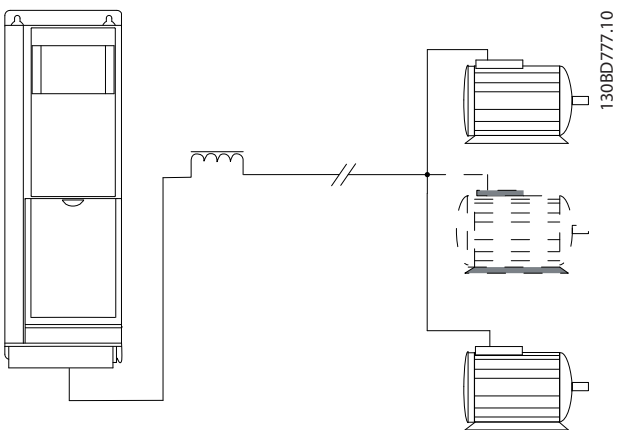
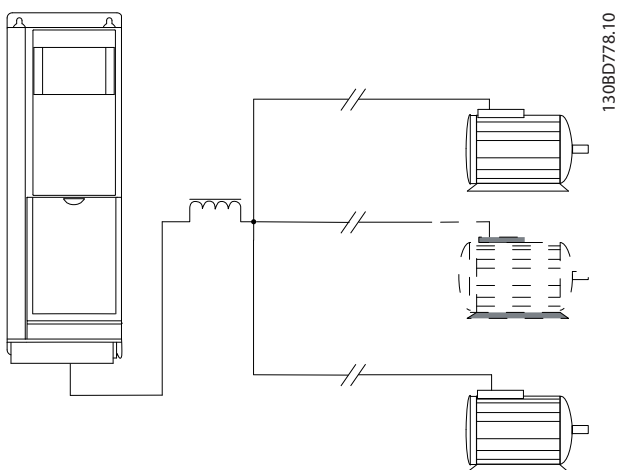

Abbildung 9.53 Parallele Kabel mit Last
Abbildung 9.54 LC-Filter für lange parallele Kabel
- Die in *Tabelle 5.2* angegebene gesamte Motorkabellänge gilt nur, so lange die parallelen Kabellänge kurz gehalten werden (jeweils kürzer als 10 m). Siehe *Abbildung 9.53* und *Abbildung 9.54*.
- Berücksichtigen Sie den Spannungsabfall an den Motorleitungen, siehe *Abbildung 9.54*.
- Verwenden Sie bei langen parallelen Kabeln verwenden Sie ein LC-Filter, siehe *Abbildung 9.54*.